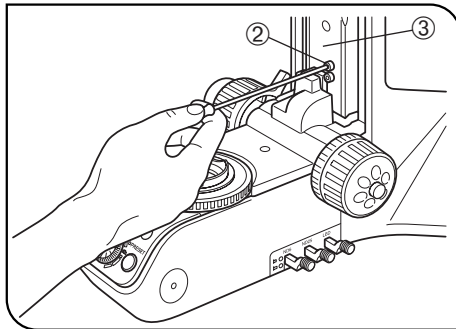

Fig. 16
3. Faire tourner la molette de commande de mise au point rapide et remonter le bloc de mise au point ③ jusqu'à ce que la vis de butée ② située sur le bras devienne visible. (Fig. 16)
4. Au moyen du tournevis à tige hexagonale, desserrer et retirer la vis de butée supérieure ②.